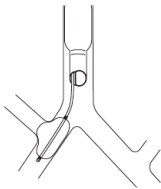

Fig.9
3. Para la toracotomía derecha, coloque e infle el manguito del bloqueador para que se hernie ligeramente en el bronquio del lóbulo superior. Esto ayudará a fijar el manguito del bloqueador en su posición y bloqueará firmemente el bronquio del tallo principal derecho (Fig. 9).